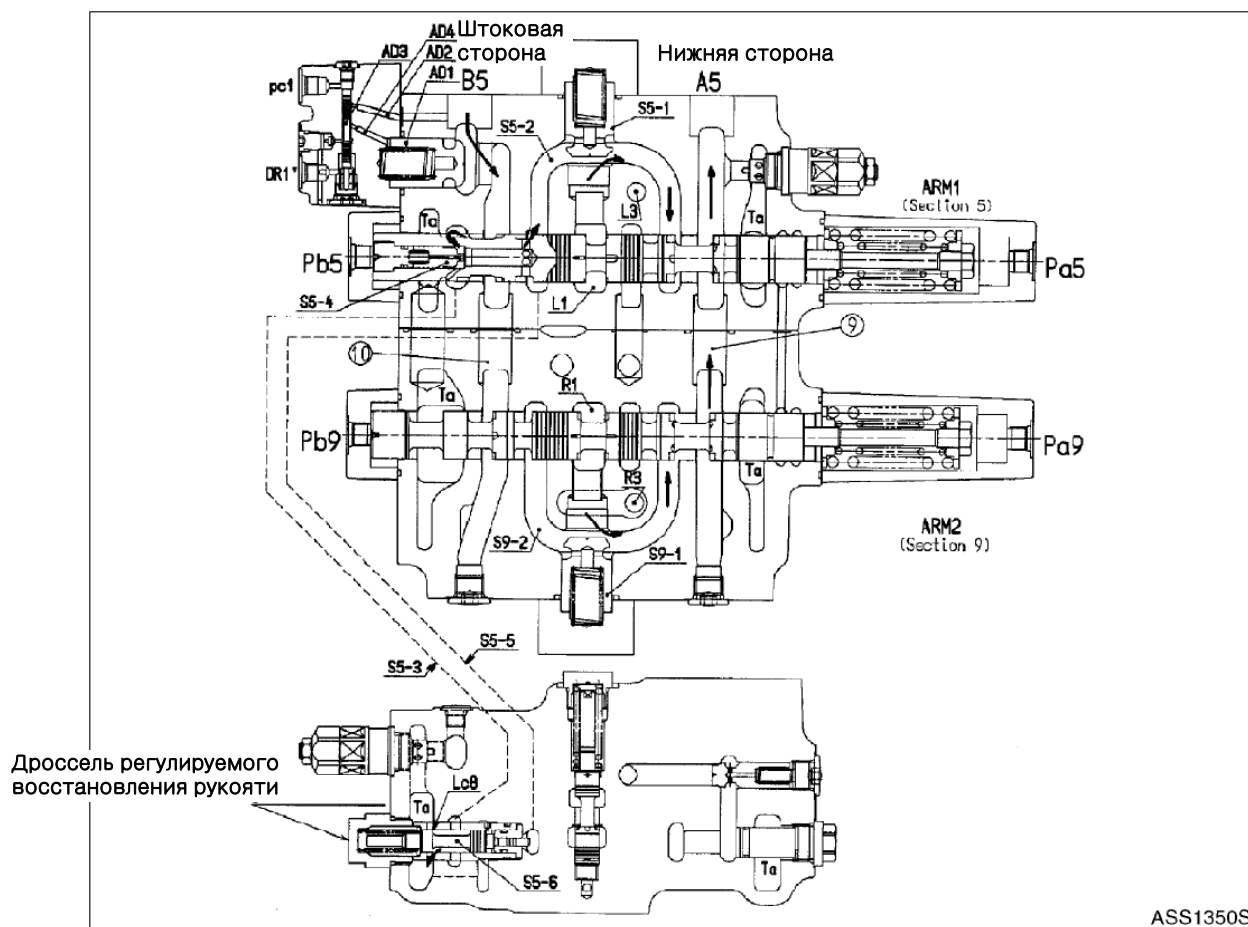

Рис. 10
## 3. Регулируемое восстановление (при загрузке) (рис. 10)
3. Параллельный контур рукояти 1 (секция 5) после сужения в дросселе (Lc9) в тарелке (S5-8) позволяет маслу из параллельного канала (L3) соединиться с маслом в канале (S5-2, рис. 10).